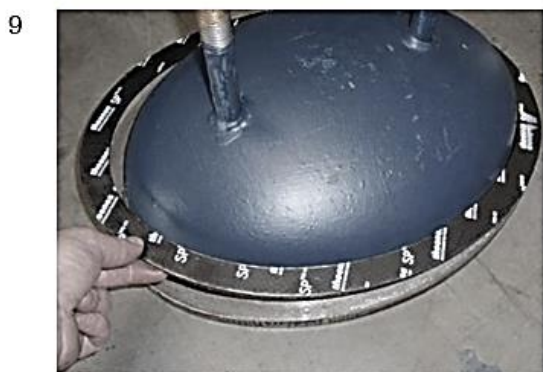

Рисунок 1: Удаление крепления для транспортировки
- Свободный конец стопорного ремня, который служит для крепления при транспортировке, обязан вокруг такелажной проушины или патрубка котла (рис. 1).